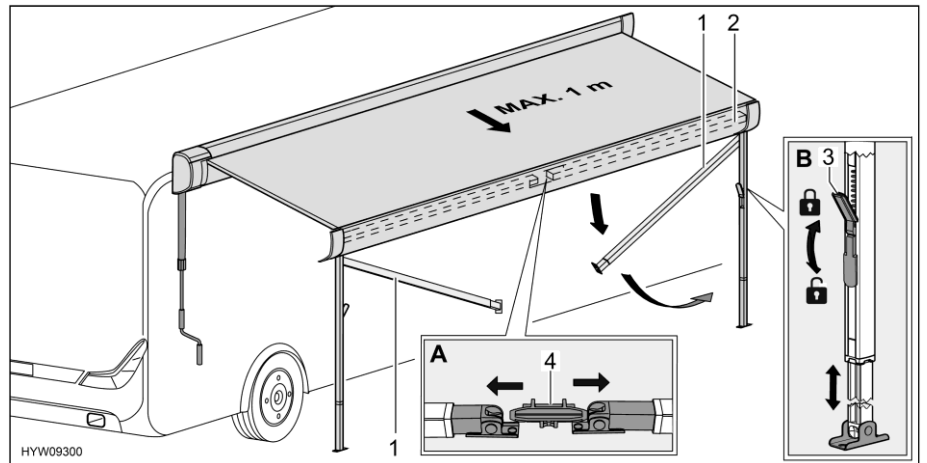

Fig. 29 Preparar los pies de apoyo
- Separar los pies de apoyo (Fig. 29,1) del soporte (Fig. 29,4) en el listón frontal (Fig. 29,2). Para ello, empujar los pies de apoyo ligeramente hacia fuera (Fig. 29,A).
- Soltar los bloqueos (Fig. 29,3) de los pies de apoyo. Para ello, plegar hacia abajo la palanca de bloqueo.
- Extraer la parte inferior de los pies de apoyo a la longitud deseada (Fig. 29,B).
- Cerrar los bloqueos (Fig. 29,3) de los pies de apoyo. Para ello, plegar hacia arriba la palanca de bloqueo.